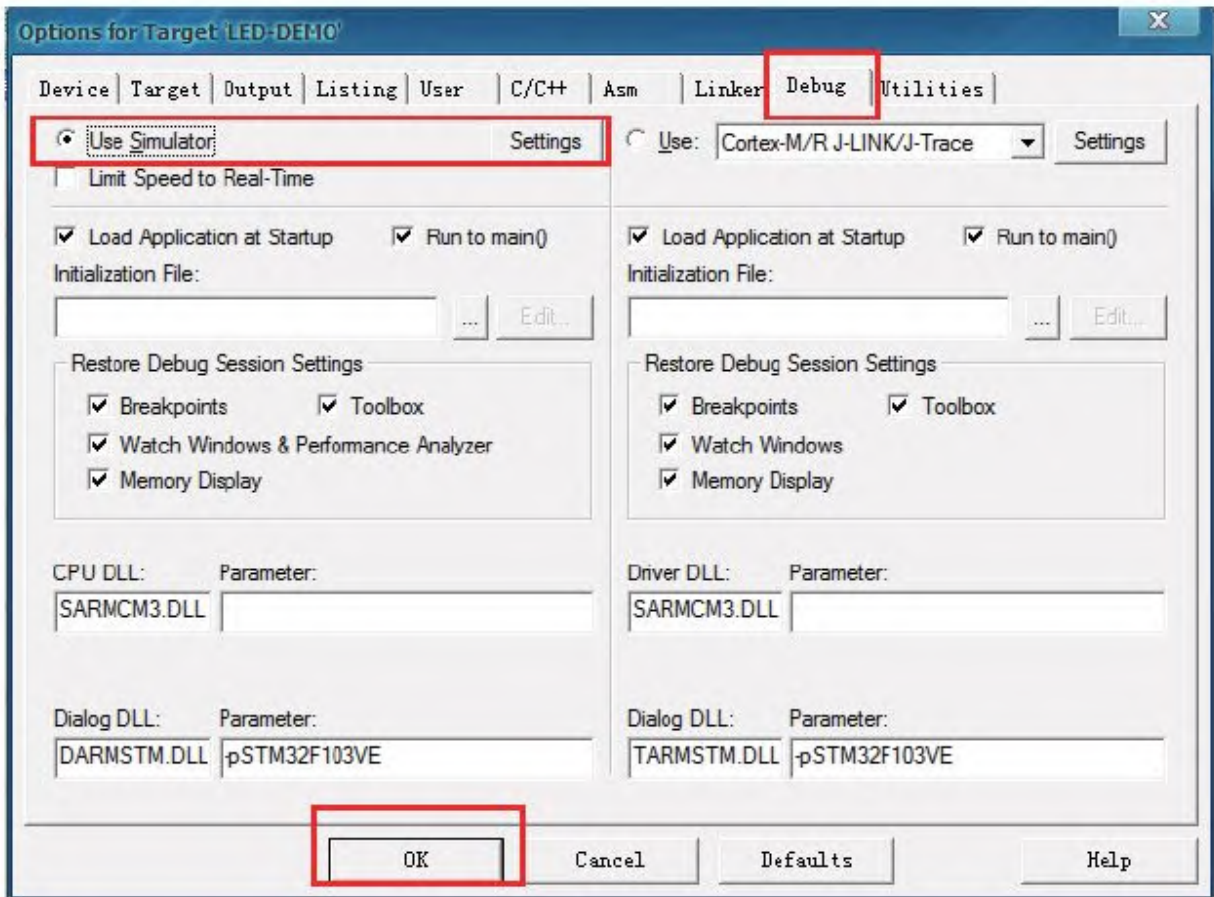

图 5-1 选择软件仿真
1) 首先进行仿真环境配置，点击 ，弹出选择菜单，配置为使用软件仿真，见图5-1。